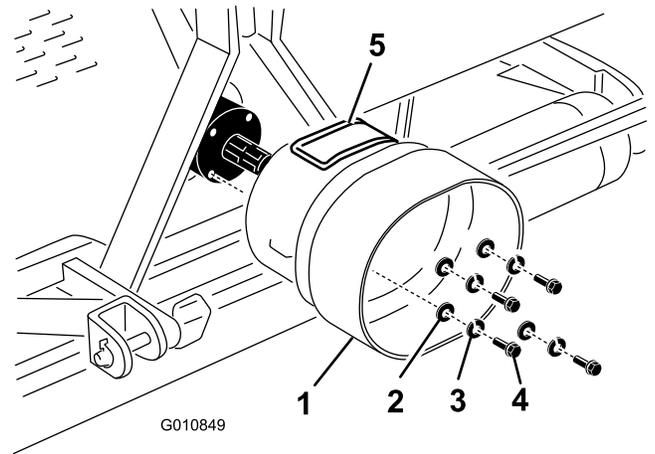

图 22
1. 卸下固定至打孔机齿轮箱后部的 4 个螺栓、锁紧垫圈和扁平垫圈图 22。
2. 用之前卸下的紧固件将 PTO 护罩安装到打孔机齿轮箱上图 22。
将 PTO 护罩的检修门图 22 对准上面或侧面取决于打孔机机架配置。
**注意** 您可以打开检修门图 22 以便拆装 PTO 轴安装紧固件。